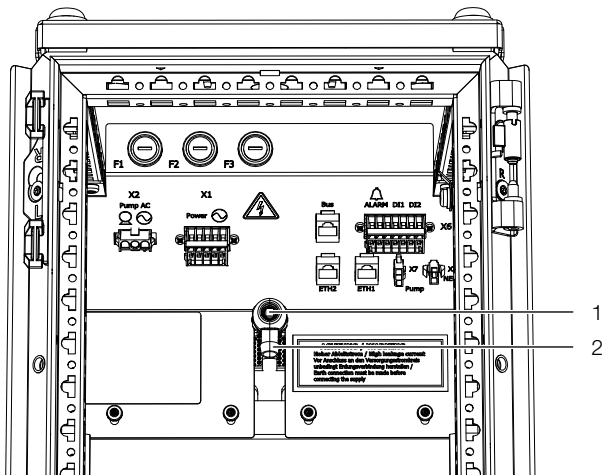

Abb. 92: Entlüftung des Wärmetauschers
- Stecken Sie den Ablaufschlauch aus dem Zubehör oben am Entlüftungsventil auf den Steckverbinder (Abb. 92, Pos. 2).
- Öffnen Sie das Entlüftungsventil (Abb. 92, Pos. 1) mit dem Vierkantschlüssel aus dem Lieferumfang